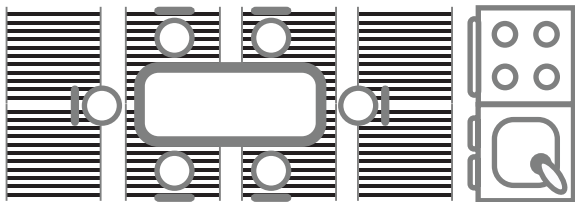

рис. 1 (расположение пленки в помещении)
3. Площадь под стационарными предметами является не отапливаемой. Эту площадь нет смысла отапливать из-за недоступности ее человеку, ограниченный отвод тепла может привести к перегреву нагревательной пленки и выходу ее из строя. Поэтому установка нагревательной пленки под стационарными предметами запрещается (рис.1).